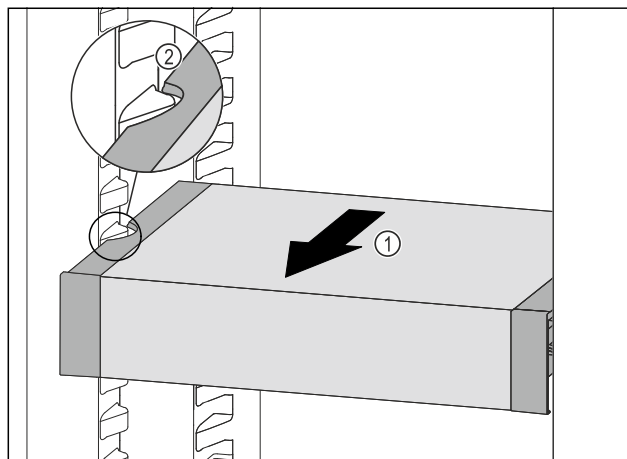

Fig. 131
- ▶ VarioSafe pociągnąć w przód Fig. 131 (1), aż boczne wycięcia szuflady VarioSafe będą się znajdować na wysokości żebrowania pojemnika w chłodziarce. Fig. 131 (2)